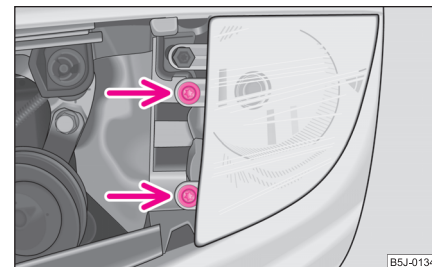

Fig. 187 Dépose de l'ampoule de l'antibrouillard
- Retirer les vis ⇒ page 217, fig. 187 et sortir le phare antibrouillard.
- Insérez les vis ⇒ page 217, fig. 187 et remettez la grille ⇒ page 209. ■